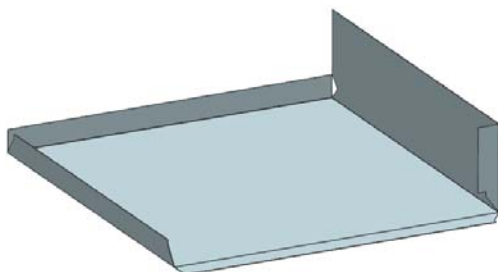

图 11-108 创建法向除料特征
(4) 在“法向除料”对话框中，单击按钮，创建法向除料特征，如图 11-108 所示。